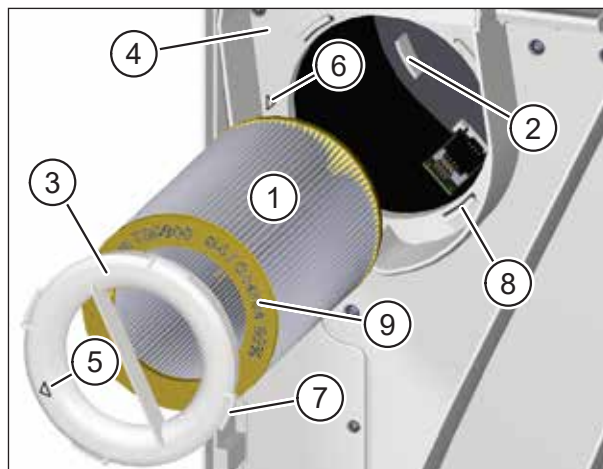

Fig. 16 : Mettre en place le nouveau filtre d'air repris
- ▶ Introduisez avec précaution le nouveau filtre d'air repris (pos. 1 dans Fig. 16) dans l'appareil d'aération.
- ▶ Veillez à ce que le filtre à air glisse dans les 3 ergots de retenue (pos. 2 dans Fig. 16) sur la paroi arrière de l'appareil d'aération.
- ▶ Posez l'anneau du filtre (pos. 3 dans Fig. 16) sur le filtre d'air repris. Veillez à ce que l'anneau du filtre repose à plat sur la plaque intermédiaire (pos. 4 dans Fig. 16).
- ▶ Tournez l'anneau de filtre dans le sens des aiguilles d'une montre, jusqu'à ce que la flèche sur l'anneau de filtre (pos. 5 dans Fig. 16) soit alignée avec la flèche de la position d'arrêt (pos. 6 dans Fig. 16). Veillez à ce que les 4 ergots (pos. 7 dans Fig. 16) sur l'anneau du filtre s'enclenchent dans les supports (pos. 8 dans Fig. 16) sur la plaque intermédiaire.
- Seul le filtre M-WRG-II FS, n° d'art. 750000, peut être utilisé comme filtre d'air repris. Le n° d'art. et la catégorie du filtre à air sont gravés sur la plaque d'extrémité jaune du filtre à air (pos. 9 dans Fig. 16).